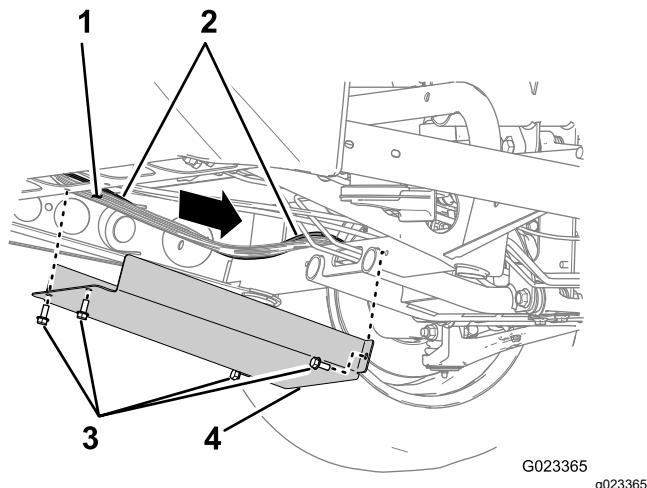

図 24
2. 下カバーを車両に固定しているボルト4本を外す **図 24**。
3. キットのワイヤハーネスを、車両の後メインハーネスに沿って車両後方へ敷設し、**図 24**のように十字チャンネル部材のところまで引いてくる。
4. 下カバーを元通りに取り付ける先ほどのステップ2で外したボルト4本を使用する **図 24**。